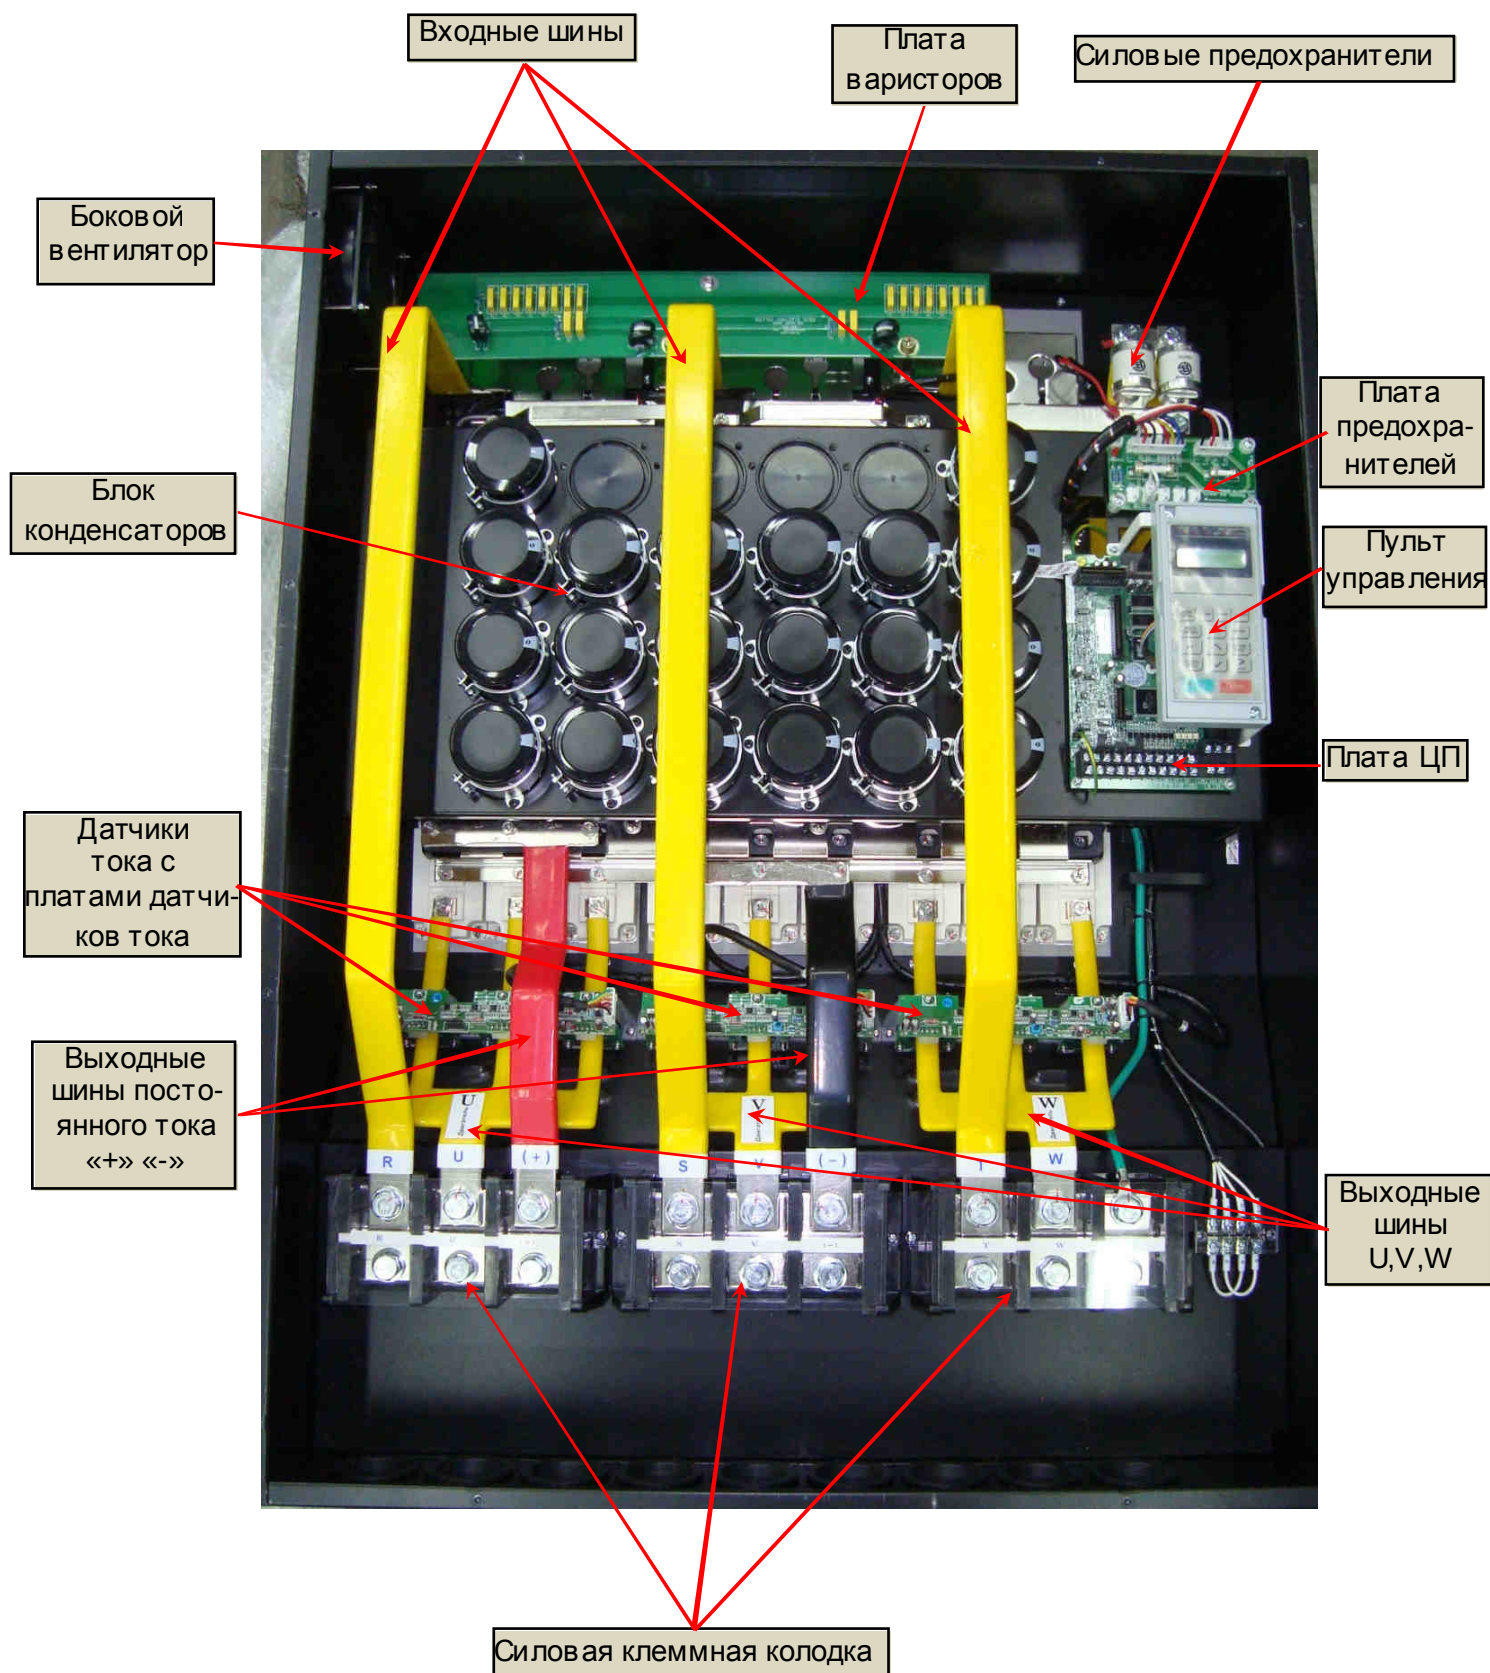

Рис. 4.3.
4.5.1. Общий вид преобразователей частоты EI-9011-250H, -300H со снятой верхней крышкой и расположение элементов внутри ПЧ представлены на рис. 4.3.